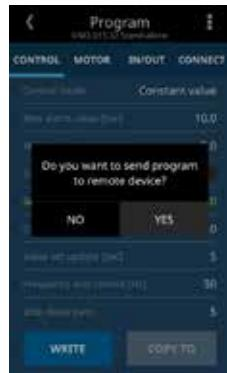

Figura 13 - Tela de Confirmação
13. Ao pressionar a tecla **WRITE**, aparecerá uma mensagem para confirmação. Clique em **YES** para prosseguir, conforme Figura 13.